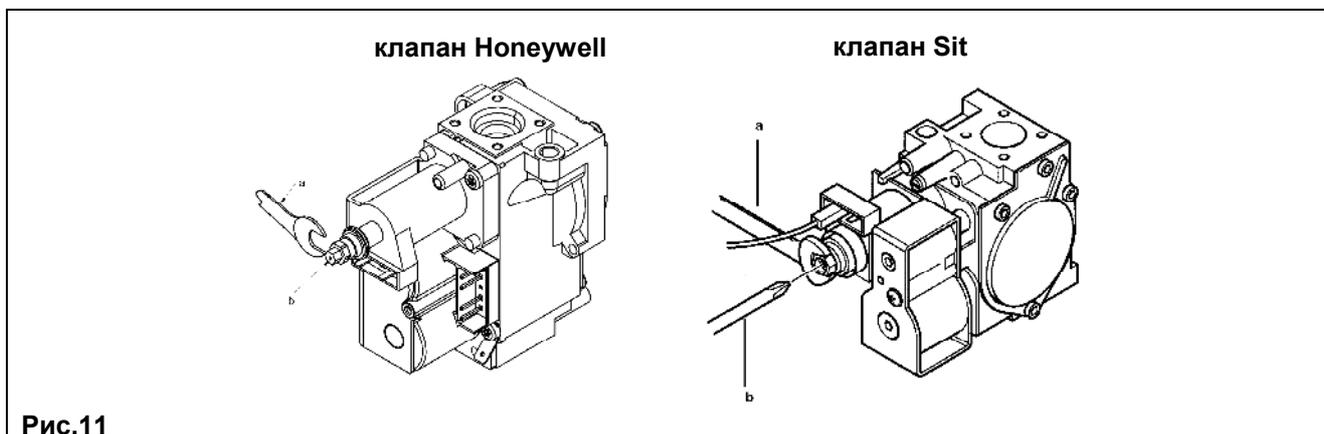

Рис.11
- Проверить давление газа на горелке согласно таблице 1 для соответствующей модели котла и соответствующего типа газа. При необходимости снять крышку модулятора и поворачивать латунный винт (винт **a**, рис.11) до достижения давления, указанного в таблице 1 для соответствующей модели котла и соответствующего типа газа.
- Отсоединить провод питания модулятора. Котел перейдет в режим минимальной мощности. Проверить давление газа на горелке согласно таблице 1 для соответствующей модели котла и соответствующего типа газа. При необходимости поворачивать винт (винт **b**, рис.11) до достижения давления, указанного в таблице 1 для соответствующей модели котла и соответствующего типа газа.